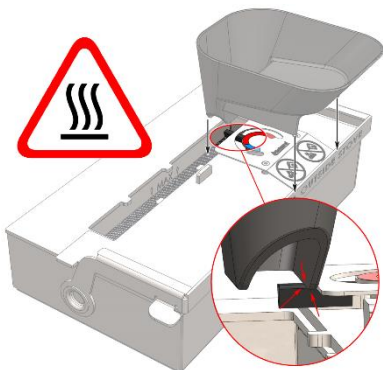

Abbildung 1 – Anbringen des Aduro-Trichters
4. Platzieren Sie den Aduro-Trichter wie in Abbildung 1 gezeigt und befüllen Sie ihn gemäß diesen Sicherheitsvorkehrungen mit Bioethanol: